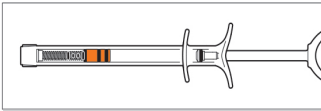

Figura 4 - Posizione secondo clic (completamente all'esterno)
d. Riempire la siringa di gonfiaggio tirando lentamente indietro lo stantuffo fino alla **posizione del secondo clic** (completamente all'esterno) (Figura 4).